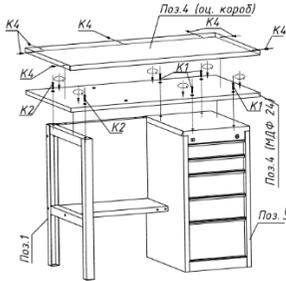

Рис. 5 Крепление столешницы.
- Для столешницы предварительно выкрутить саморезы К4 из штатных мест, аккуратно снять Короб оцинкованный. Прикрепить Плиту МДФ24 мм. поз. 4 к Опорам (Тумбам) винтами К2 (К1). Аккуратно надеть Короб на Плиту МДФ24 и установить саморезы К4 обратно в штатные места (см. рис. 5).